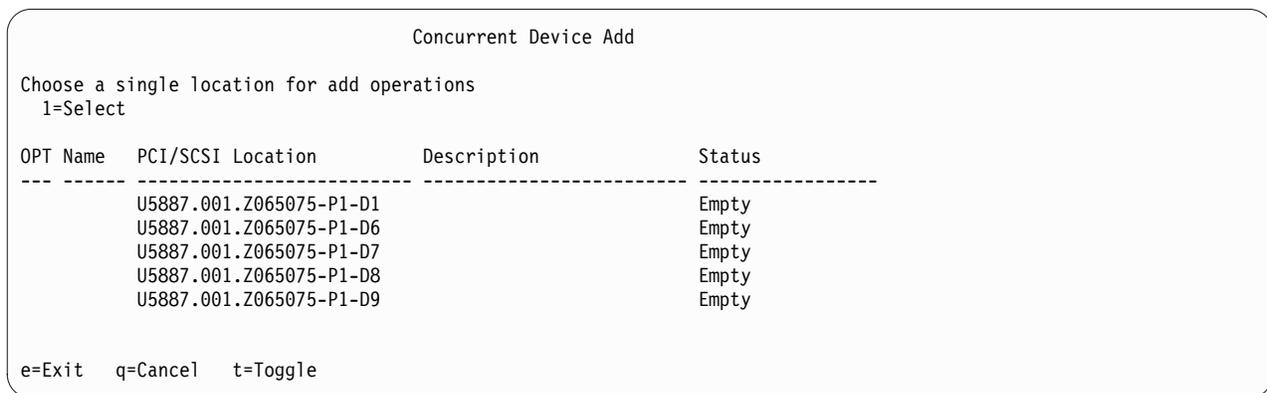

Figura 30. Exemplo do ecrã Adição de dispositivo concorrente (Concurrent Device Add)
- d. Selecciona **Dispositivo de adição concorrente (Concurrent add device)** no ecrã Trabalhar com Recuperação de Unidades de Disco (Work with Disk Unit Recovery) e, em seguida, prima Enter. É apresentado um ecrã Adição de Dispositivo Concorrente (Concurrent Device Add) semelhante à Figura 30.